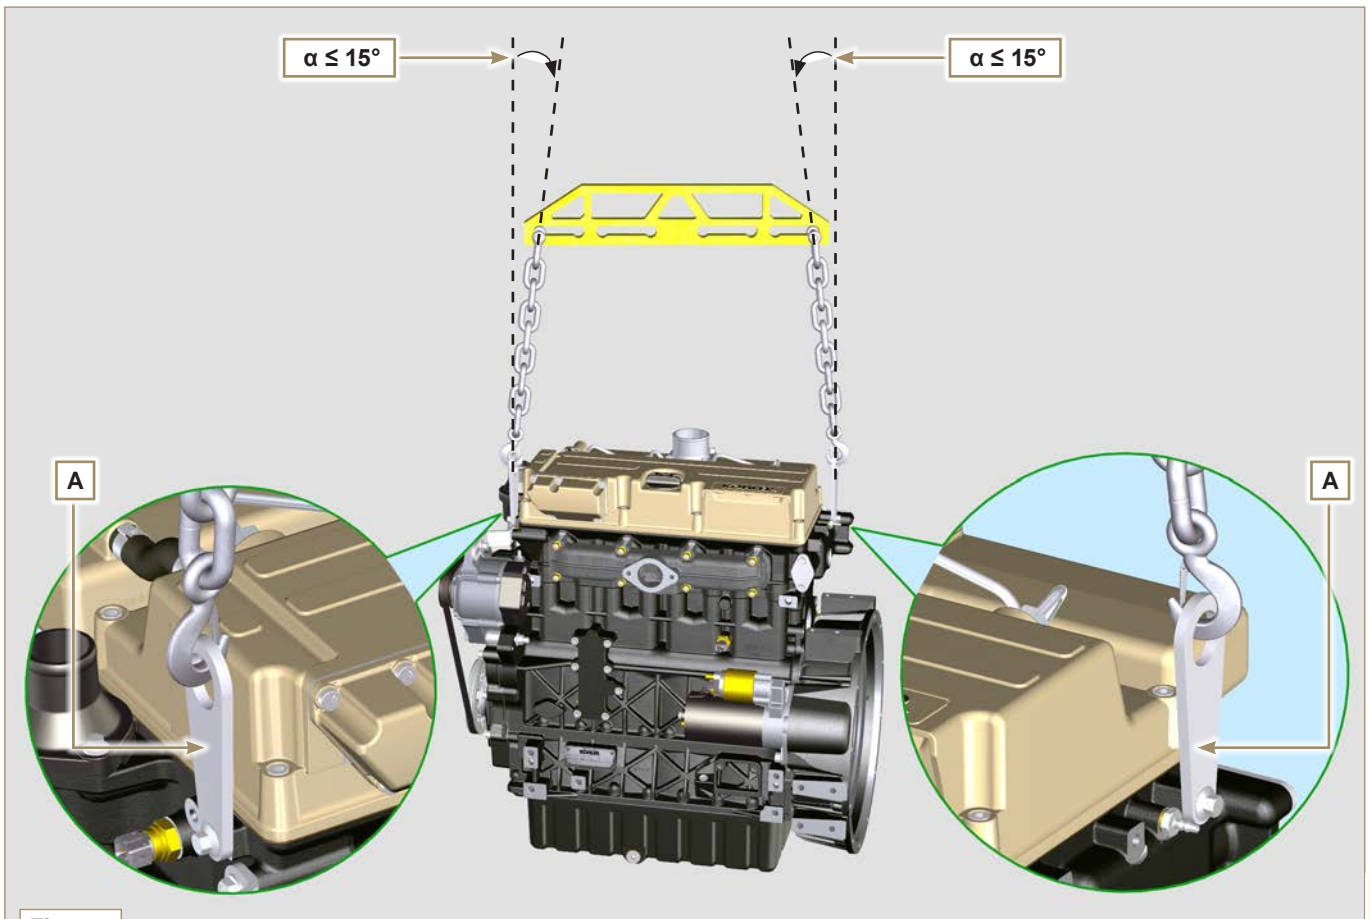

Fig. 3.1
- Para elevar solo el motor use exclusivamente ambos cáncamos **A** previstos por KOHLER (Fig. 3.1).